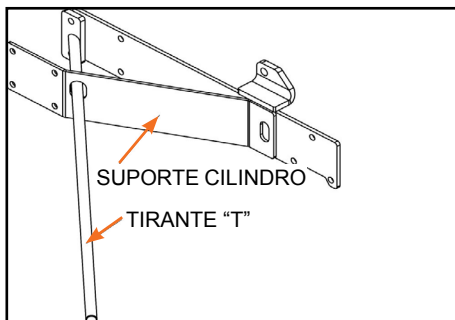

Figura 23
a) Passe o tirante "T", através do orifício existente no suporte cilindro (Figura 23).